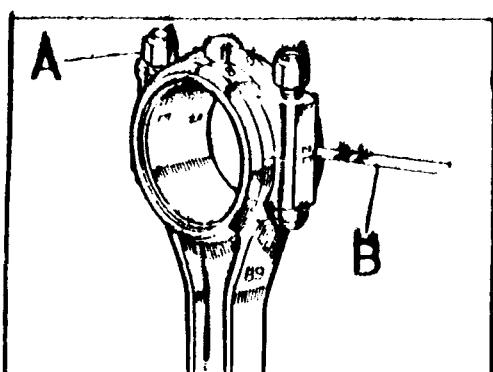

Fig. A3-92 Comprobación del hueco de la tapa del cojinete
6.1. Instalar los semicojinetes, apretar las tuercas a la tensión correspondiente, aflojar una de ellas y comprobar la separación entre las juntas de unión -- (Fig. A3-92). Esta separación debe ser de 0,10 a 0,20 mm.